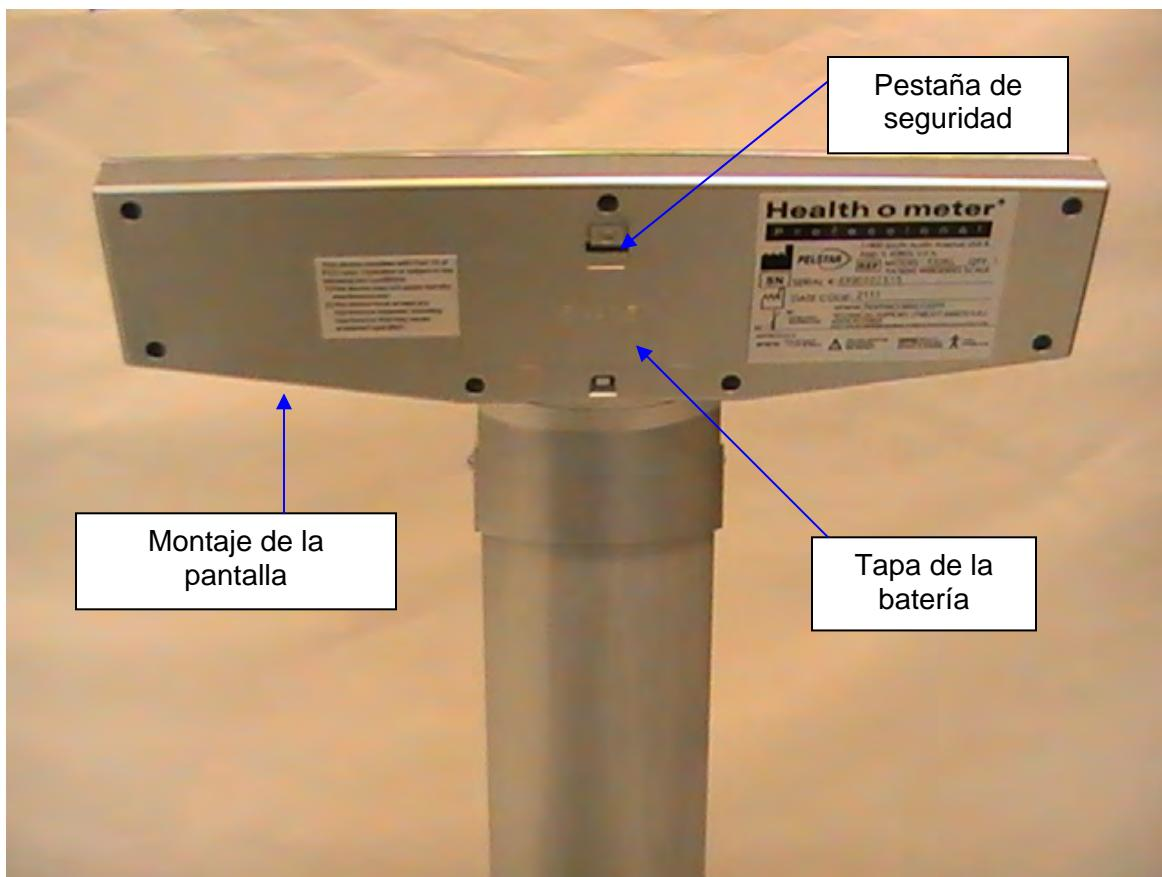

Figura 12
3. Con un desarmador plano Phillips retire el tornillo de la tapa del compartimento de la batería y retire la tapa de la parte posterior del montaje de la pantalla presionando la pestaña de seguridad (ver la figura 12).